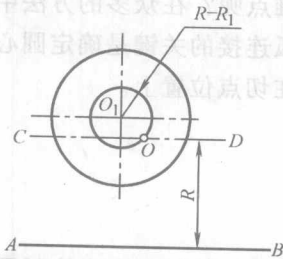

图 1-5 圆弧和直线间的
2) 作直线  $CD$  平行于已知直线  $AB$ , 其距离为  $R$ , 再作已知圆弧的同心圆, 其半径为  $R - R_1$ , 与直线  $CD$  相交于  $O$  点, 如图 1-5 所示。